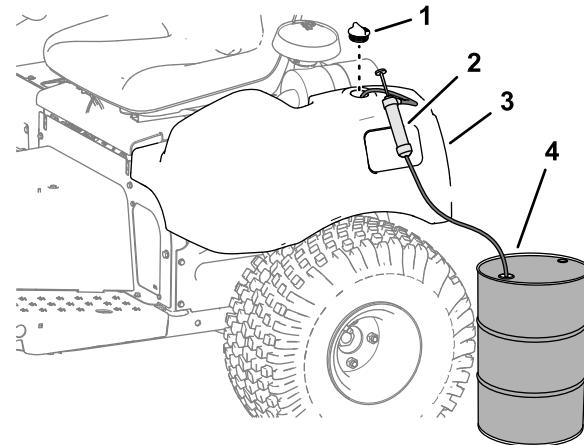

Figura 43
2. Pompatte il fluido idraulico dal serbatoio idraulico (Figura 43).
1. Togliete il tappo dal serbatoio idraulico (Figura 43).